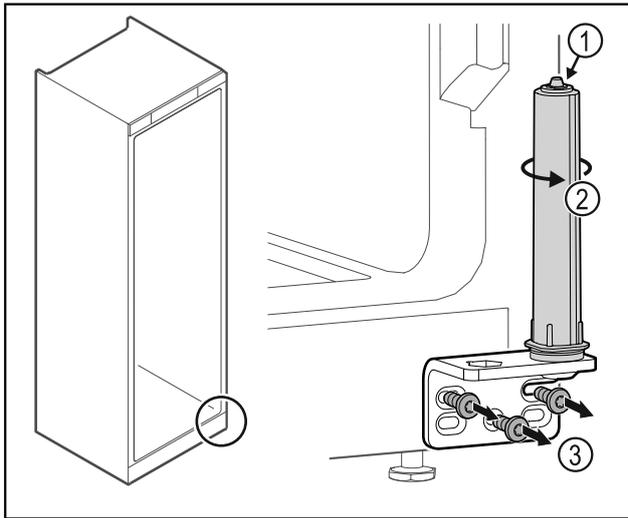

Fig. 34
- No desmonte el sistema de bloqueo de la puerta Fig. 34 (1).
- ▶ Gire el sistema de bloqueo Fig. 34 (2) hasta que haga clic.
- ▶ Desatornille el soporte de la bisagra Fig. 34 (3).